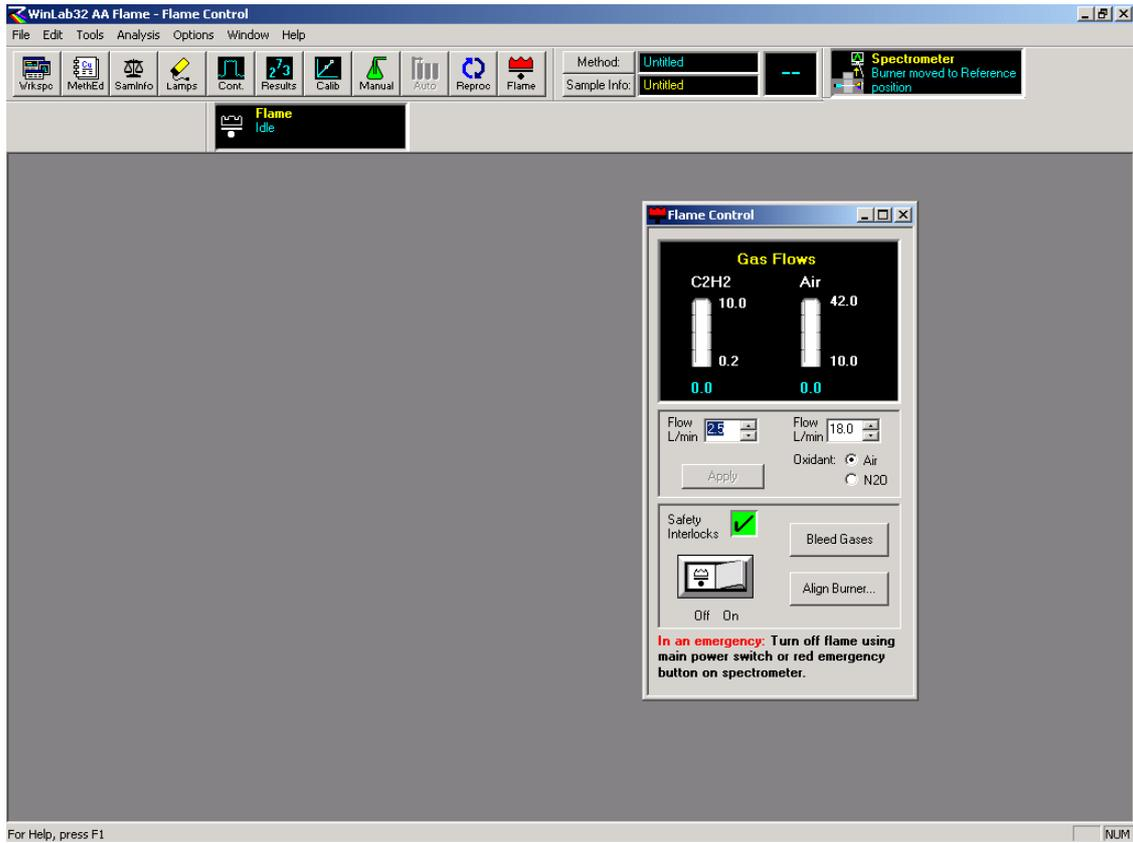

图 15. 火焰控制窗口
1.4.1 空气-乙炔火焰在仪器正常开启并处于火焰原子化器工作位置下, 确认空气压缩机已经接通电源并正常工作; 打开乙炔钢瓶主阀门并将次级压力调至 0.09-0.1Mpa 之间, 然后在图 15 所示的火焰控制窗口中, 确认“Oxidant”选择空气, 燃气和助燃气的流量在合适的范围, 再用鼠标器点击火焰控制开关中的“On”, 火焰即被自动点燃;